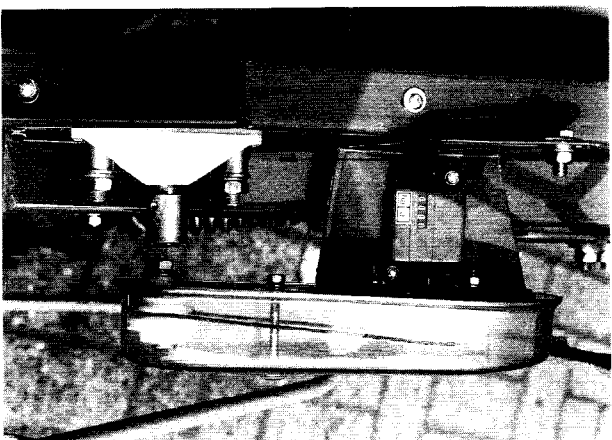

Fig. 103
Før arbejdet startes skal hektartælleren stilles på nul, ved at dreje indstillingsskruen (Fig.103/1).
- Kædeskærmen (Fig.103/2) på trækdrevet til trækhjulet skal fjernes.
- Kædeskærmen (Fig.103/2) monteres.